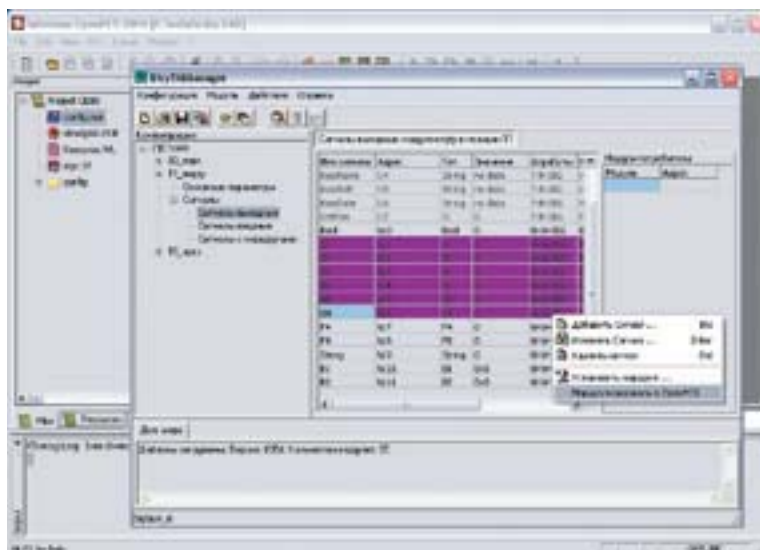

Рис. 3. Маршрутизация сигналов в OpenPCS
- выходные сигналы с I1 по U4 модуля 11\_empty маршрутизируем в модуль OpenPCS (рис. 3);